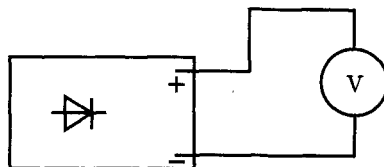

Рис. 24
**Теоретический материал.** Если к зажимам источника постоянного тока присоединить вольтметр (рис. 24), то прибор покажет не только наличие тока, но и напряжение. Главную роль в явлении протекания тока играет источник тока. Он создает электрическое поле в проводнике, которое и обеспечивает направленное движение свободных электронов в металлических проводниках.